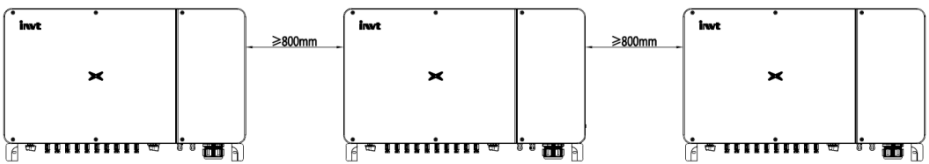

图 4.5 并排安装尺寸要求
(4) 安装表面应垂直于水平线，如图 4.5 所示。请将逆变器竖直或后仰 $\leq 15^\circ$  安装，以利于机器散热。不可将逆变器前倾、水平、倒置、后仰过大以及侧倾安装。